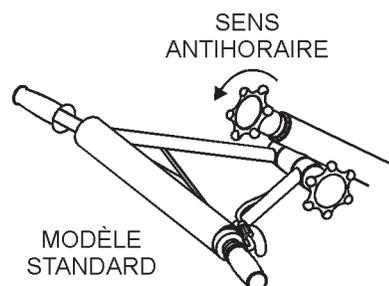
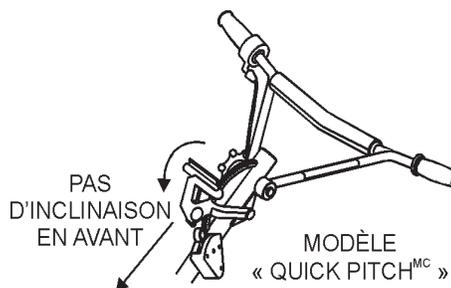

Figure 12. Position « Pas d'inclinaison » (Standard)
Figure 13. Position « Pas d'inclinaison » (« Quick Pitch^{MC} »)
1. Exposez le câble d'inclinaison au maximum en ajustant l'inclinaison du manche sur la position « no pitch » - pas d'inclinaison. Sur le modèle standard, tournez la commande d'inclinaison dans le sens antihoraire, (Figure 12). Sur le modèle « Quick Pitch^{MC} », faites tourner le manche d'inclinaison vers l'avant ou pas d'inclinaison, (Figure 13).